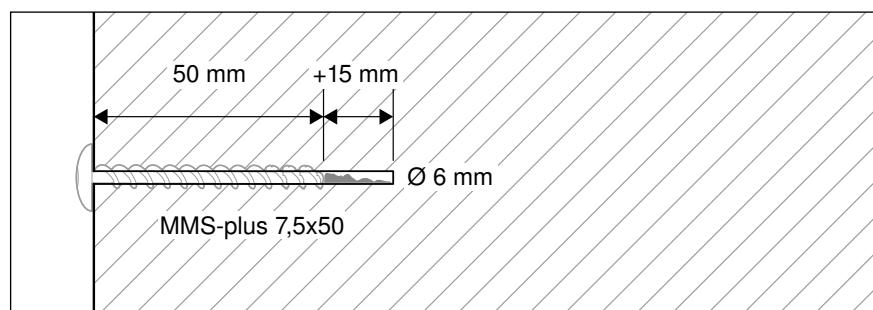

Abb. 11: Bohrtiefe beim Brandschutz-Schraubanker
- Deckenlöcher bohren. Für Brandschutz-Schraubanker MMS plus MS 7,5x50 eine Bohrtiefe von mindestens 65 mm, Ø 6 mm, einhalten (siehe Abb. 11 auf Seite 17).